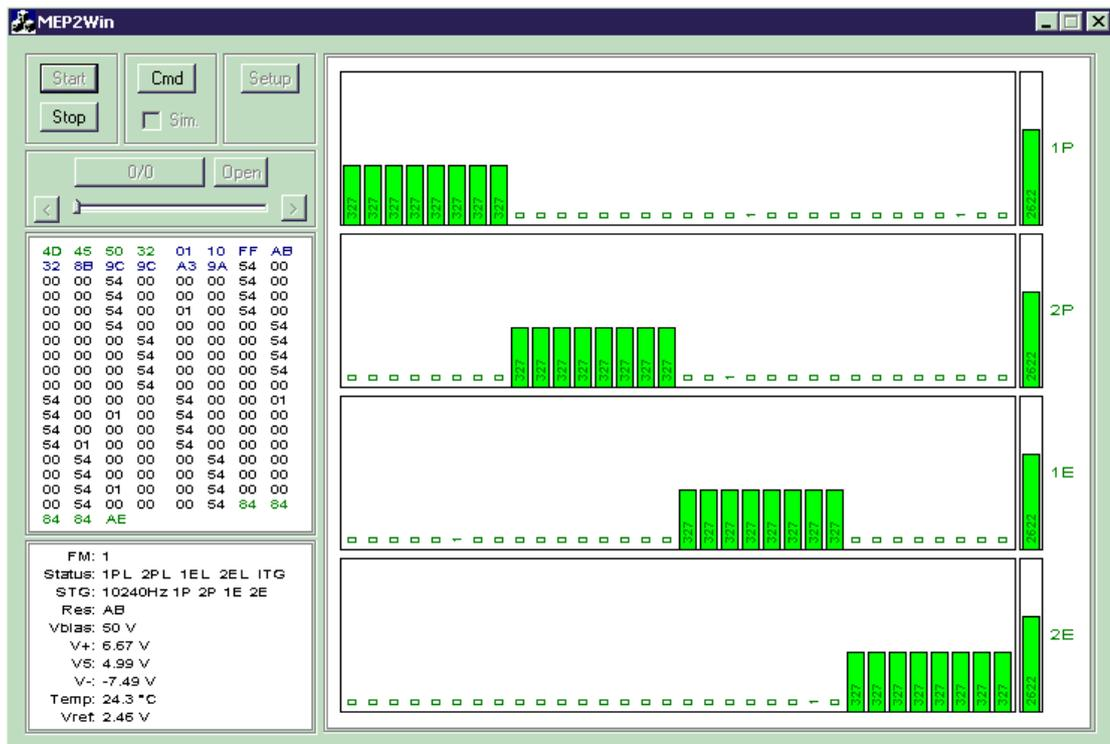

Рис.5. Графический интерфейс FM=1 при включенном тест-генераторе.
- Щелкнуть на *BK* „ITG-on“. Включается полетный тест-генератор. На служебной Панели-2 появляется информация о тест-генераторе. Подача импульсов тест-генератором вызывает появление высокого счета на панелях научной информации Панель-3 и Панель-4, как представлено на рис.5